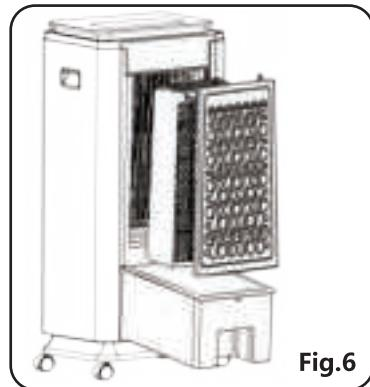

Fig.6
7. Limpe regularmente os suportes à prova de poeira e a almofada de água desaparafusando os suportes à prova de poeira e removendo-os e o par de água. Eles devem ser limpos em uma solução suave e com sabão e depois secos antes de serem substituídos. (Fig.6)